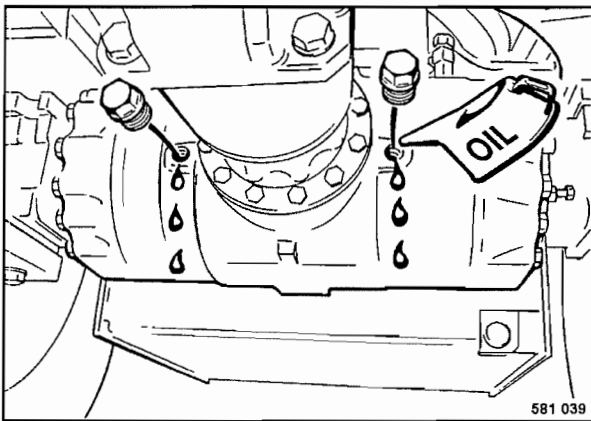

Fig. 87
- Llenar tanto aceite por el taladro de control del nivel de aceite (Fig. 87) hasta el nivel se encuentra en la arista inferior del taladro.